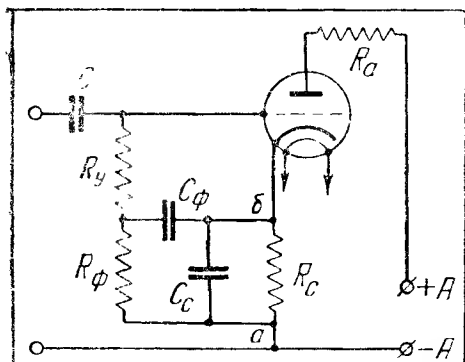

Рис. 2
2. Применение фильтров в цепи смещения. На рис. 2 изображен фильтр в цепи смещения. Как мы уже выяснили, переменная слагающая анодного тока, проходя по цепи смещения, создает переменное падение напряжения между точками  $a$  и  $b$ .